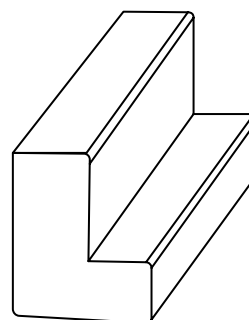

Рис. 3
2.2 Для дальнейшего расчета выберите тип L- профиля рамы, образец на (Рис.3) (См. Книгу продавца).